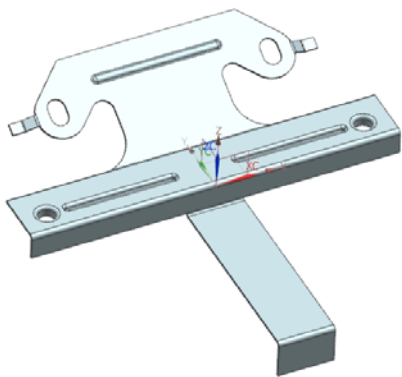

图 4-150 创建筋特征
(5) 在“筋”对话框中，单击<确定>按钮，创建筋特征，如图 4-150 所示。